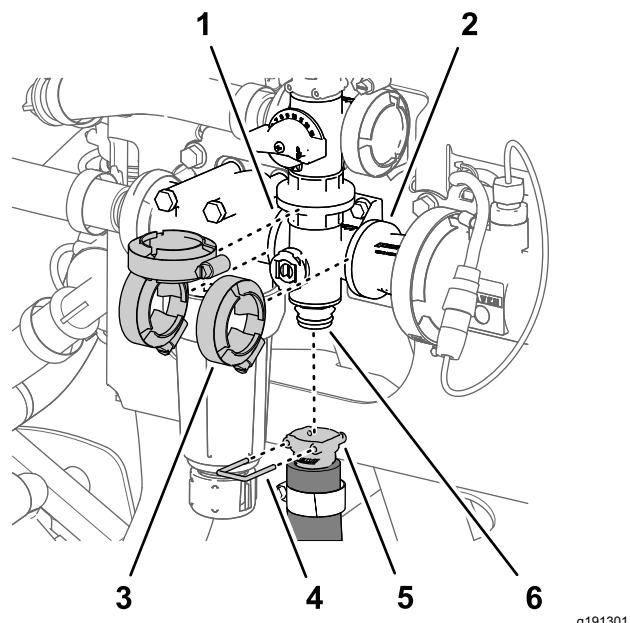

Рисунок 108
2. Снимите 3 фланцевых хомута, которые крепят коллектор клапана перемешивания к фланцам головки фильтра линии нагнетания и переходного соединителя (Рисунок 108).
1. Снимите штифт быстроразъемного соединения, который крепит быстроразъемный соединитель шланга перемешивания к коллектору клапана перемешивания (Рисунок 108).